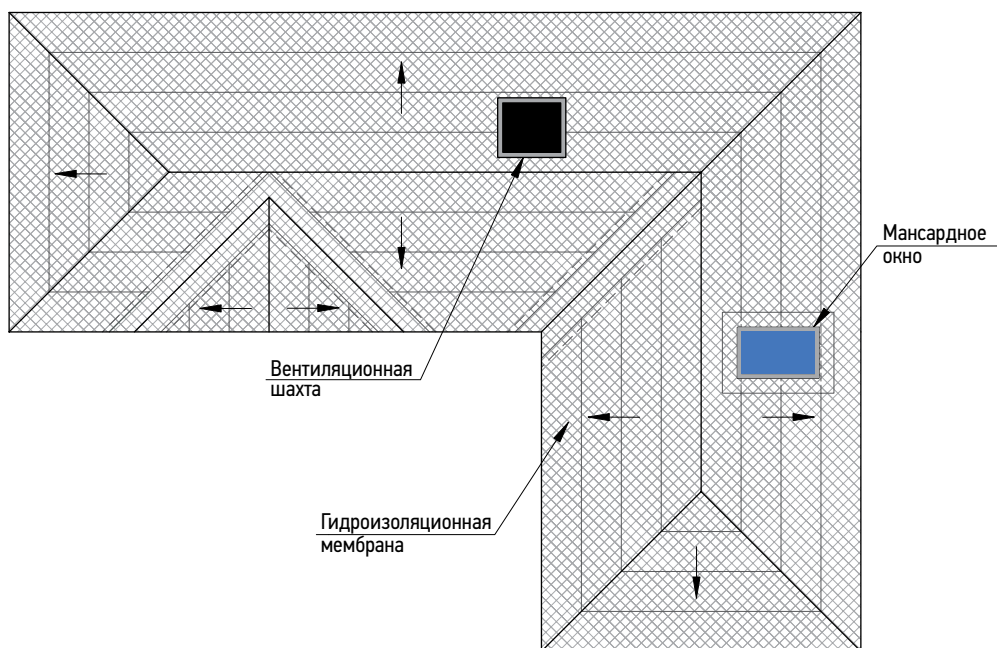

Рис. 2.20. Гидроизоляция по всей поверхности крыши
**При уклоне скатов менее 30 градусов** подкладочный ковер укладывается по всей поверхности крыши рядами, параллельными карнизу, с продольным нахлестом 10 см, поперечным — 20 см (рис. 2.20).